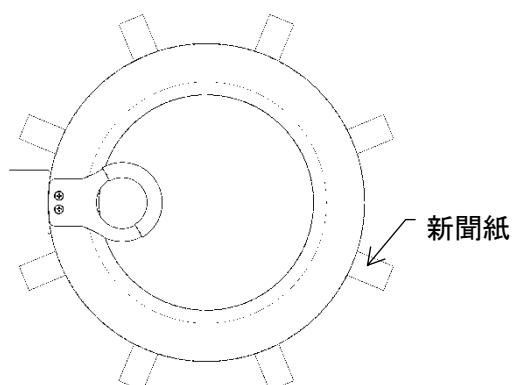

図 11-29
- その紙を(図 11-29)の様にドアパッキンとドア口金の間に挟み、ドアを閉めます。この時、水分は十分拭取られ、しばらくドアを開放し乾燥されていなくてはなりません。